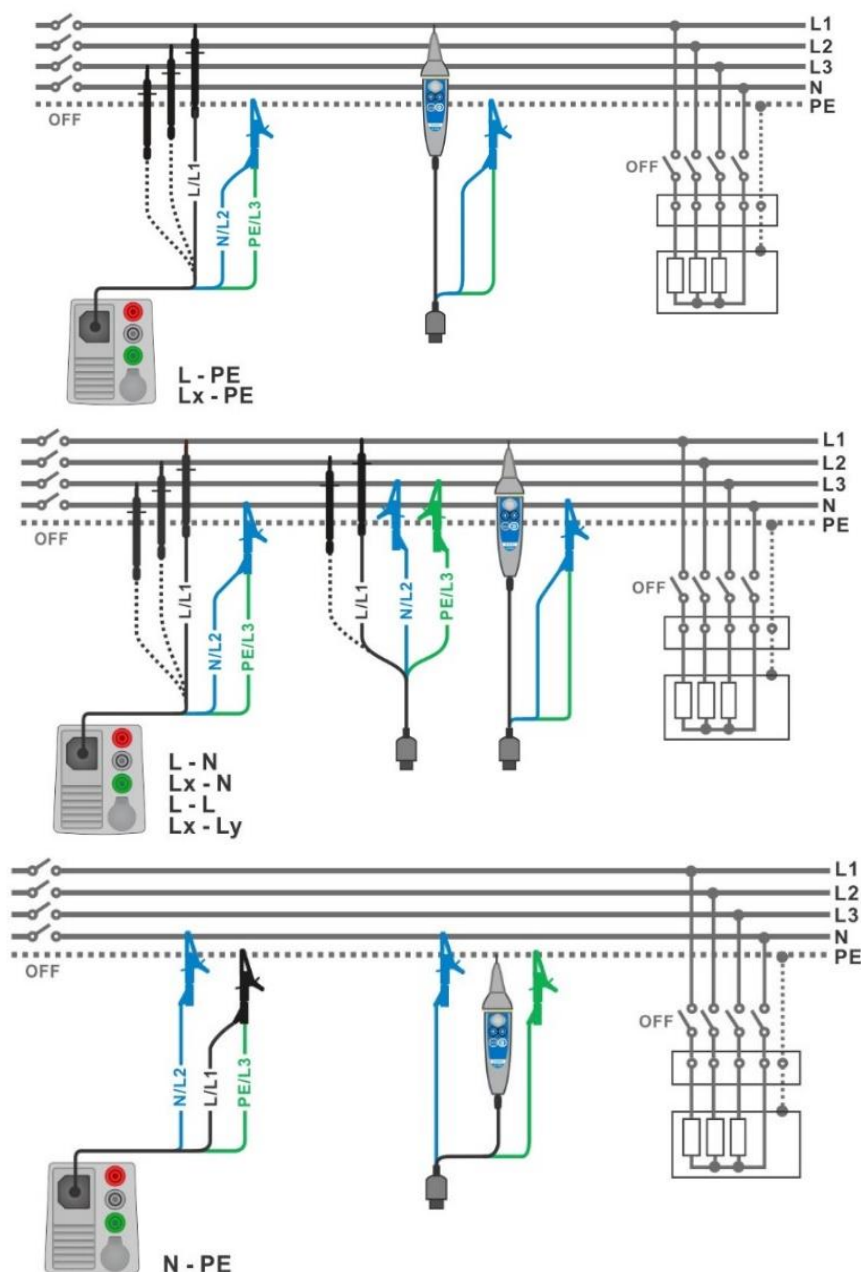

Fig. 4.7: Forbindelser med 3-leder testledninger og Tip commander ($U_N \leq 1 \text{ kV}$)
- › Forbind testledninger til installationen der skal testes (se **Fig. 4.7**).